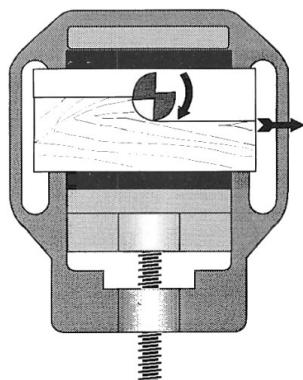
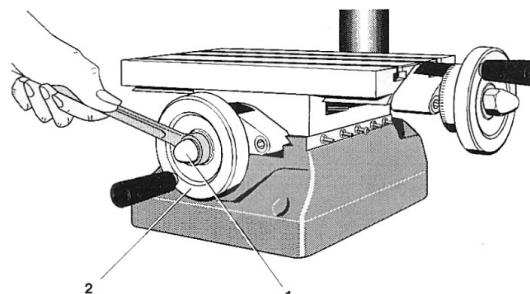

Fig. 5
Fig. 6
- Vorschubrichtung beim Fräsen einer Falz (Fig. 5).
- Hutmutter 1 (Fig. 6) mit einem Ringschlüssel lösen.
- Handrad (2) nachstellen und mit der Hutmutter kontern.
- Advancement direction for rebating (Fig. 5).
- Loosen the cap nut 1 (Fig. 6) with a ring spanner.
- Adjust the hand wheel (2) and tighten it with the cap nut.
- Sens de l'avance pour le fraisage d'une mortaise (fig. 5).
- Desserrer l'écrou-chapeau 1 (fig. 6) à l'aide d'une clé polygonale.
- Rattraper le jeu au volant (2) et resserrer l'écrou-chapeau.
- Direzione d'avanzamento nella fresatura di una scanalatura (fig. 5).
- Allentare il dado a cappello 1 (fig. 6) con una chiave ad anello.
- Registrare il volantino (2) e assicurarlo con il dado a cappello.